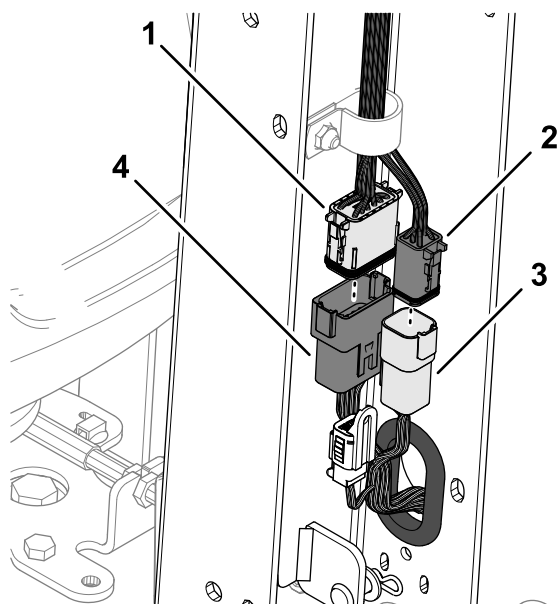

**Figura 9**
2. Collegate il connettore a 12 pin del cablaggio preassemblato della macchina al connettore a 12 prese del cablaggio preassemblato della maniglia (**Figura 9**).